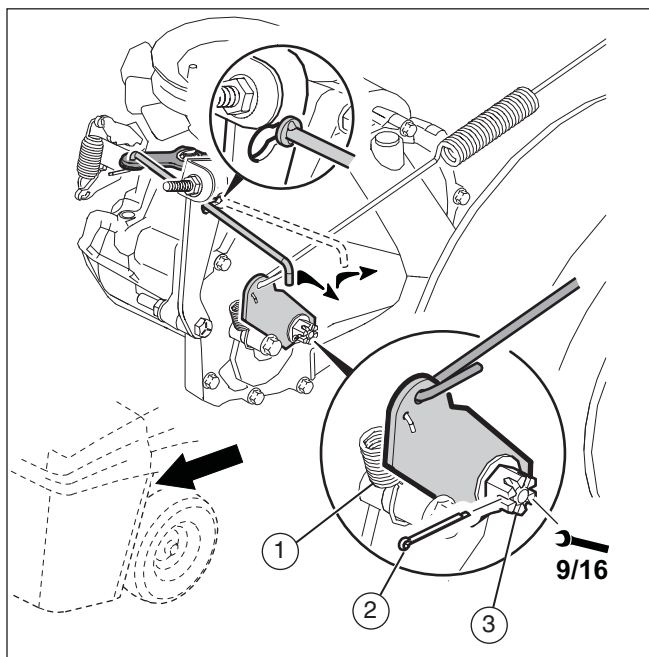

Figuur 22
2. Verwijder de splitpen (1) en de sluitring (2) van de stelmoer (3) (zie **Figuur 22**).